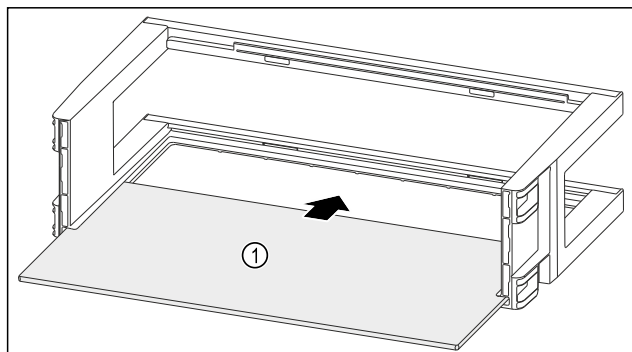

Fig. 113
- Insérer la tablette de rangement Fig. 113 (1) dans les évidements latéraux.